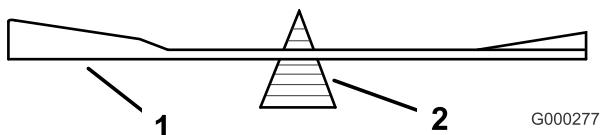
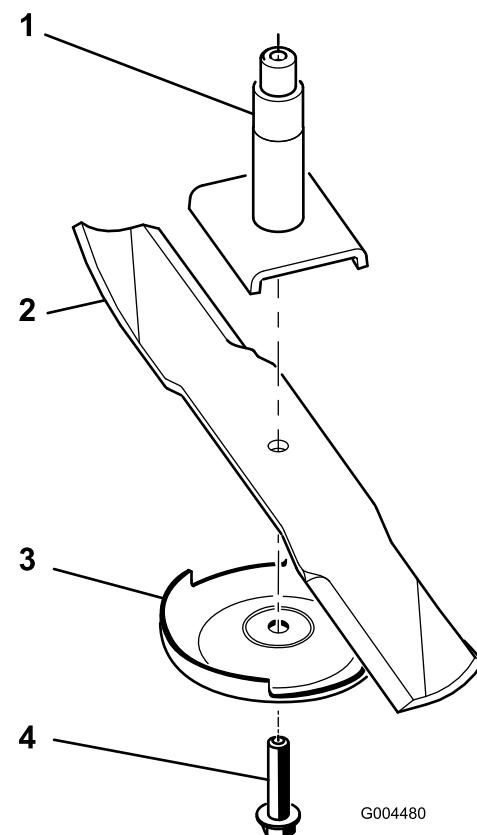

Рисунок 68
Рисунок 69
2. Снимите болт ножа, защитную пластину и нож со шпинделя (Рисунок 69).
2. Проверьте балансировку ножа с помощью балансировочного устройства для ножей (Рисунок 68). Если нож остается в горизонтальном положении, значит нож сбалансирован и его можно использовать. Если нож не сбалансирован, удалите некоторое количество металла только с конца области крыла (Рисунок 69). Повторяйте эту процедуру до тех пор, пока нож не будет сбалансирован.
1. Установите нож на шпиндель (Рисунок 69).
2. Установите защитную пластину и болт ножа (Рисунок 69).